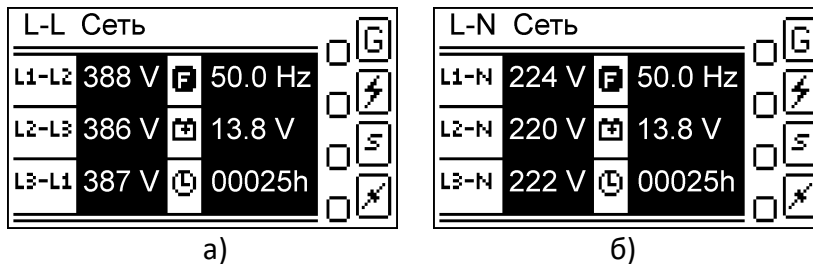

Рис. 5.6. Стартовый экран главной страницы индикации после включения контроллера: а) для конфигурации АВР33; б) для конфигураций АВР313 и АВР11
После инициализации контроллера отображается главная страница индикации с измерениями параметров сети (рис. 5.6). Контроллер переходит в основной режим «Авто» (п. 5.7.2.1).
5.6.2 Вид главной страницы индикации зависит от выбранной конфигурации контроллера (рис. 5.6).